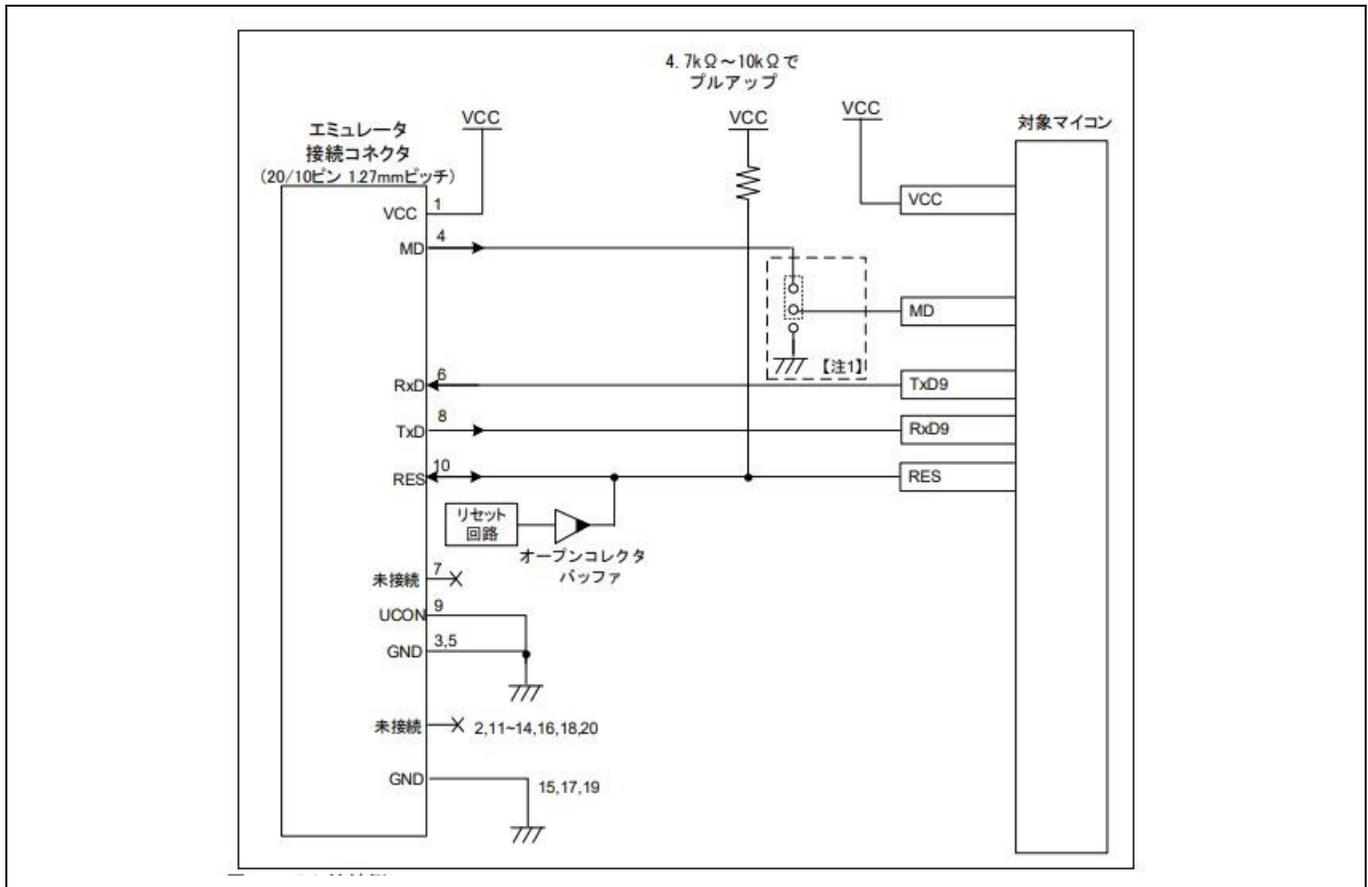

図 6 デバッグコネクタを介した SCI 接続を使用したシリアルプログラミングインタフェース
2. SCI ブート端子を JTAG コネクタ経由で MCU ブートモードにアクセスするには、図 6 に従って、P201/MD と SCI TXD、RXD 端子を JTAG コネクタに接続します。